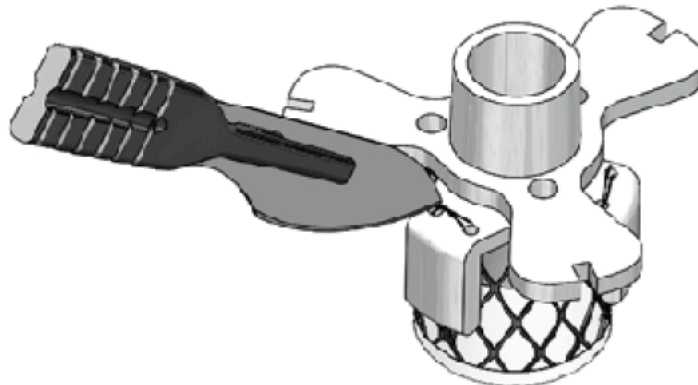

Figura 18: Procedimiento de corte de las líneas del conjunto del soporte de la prótesis.
D.6. Cortar las tres líneas de sutura del conjunto del soporte con la ayuda de un bisturí, como se ilustra en la Figura 18, y retirar completamente las líneas de sutura para separar la prótesis de su soporte.